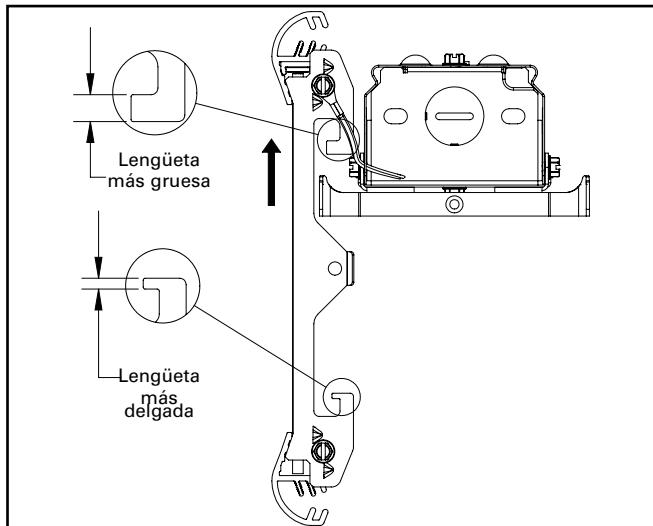

Figura 5.1.
- A. Mantenga dicha unidad de la guía de ondas vertical, asegúrese de que el extremo con la lengüeta más gruesa esté por encima del soporte de la bisagra del conductor (Figura 5.1).